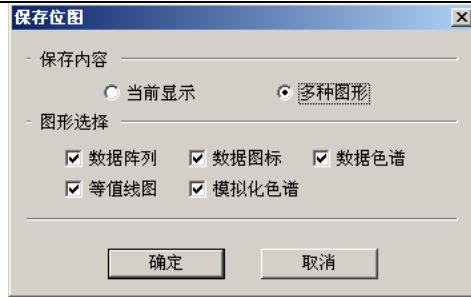

图 4.19 保存位图
2、保存位图：用于保存当前显示信息到选定的位图文件，方便用户对图形分析结果进行进一步处理或引用(如图 4.19 所示)；